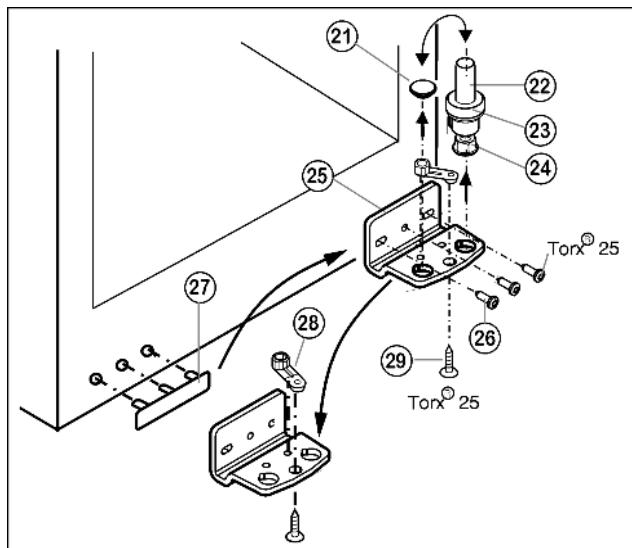

Fig. 5
- ▶ Извлеките опорный винт *Fig. 5* (22) в комплекте с шайбой *Fig. 5* (23) и регулируемой опорой *Fig. 5* (24), вытягивая его вверх.
- ▶ Снимите пробку *Fig. 5* (21).
- ▶ Открутите *Fig. 5* (26) опорный кронштейн *Fig. 5* (25).
- ▶ Открутите *Fig. 5* (29) опорную деталь *Fig. 5* (28) и, переставив в отверстие на противоположной стороне опорного кронштейна, снова прикрутите.
- ▶ Осторожно снимите и переставьте на противоположную сторону крышку со стороны ручки *Fig. 5* (27).
- ▶ Снова прикрутите опорный кронштейн *Fig. 5* (25) на новой стороне шарнира (**с моментом 4 Нм**). При необходимости используйте аккумуляторный шуруповерт.
- ▶ Вновь установите опорный винт *Fig. 5* (22) в комплекте с шайбой и регулируемой опорой. При этом фиксатор должен быть направлен назад.